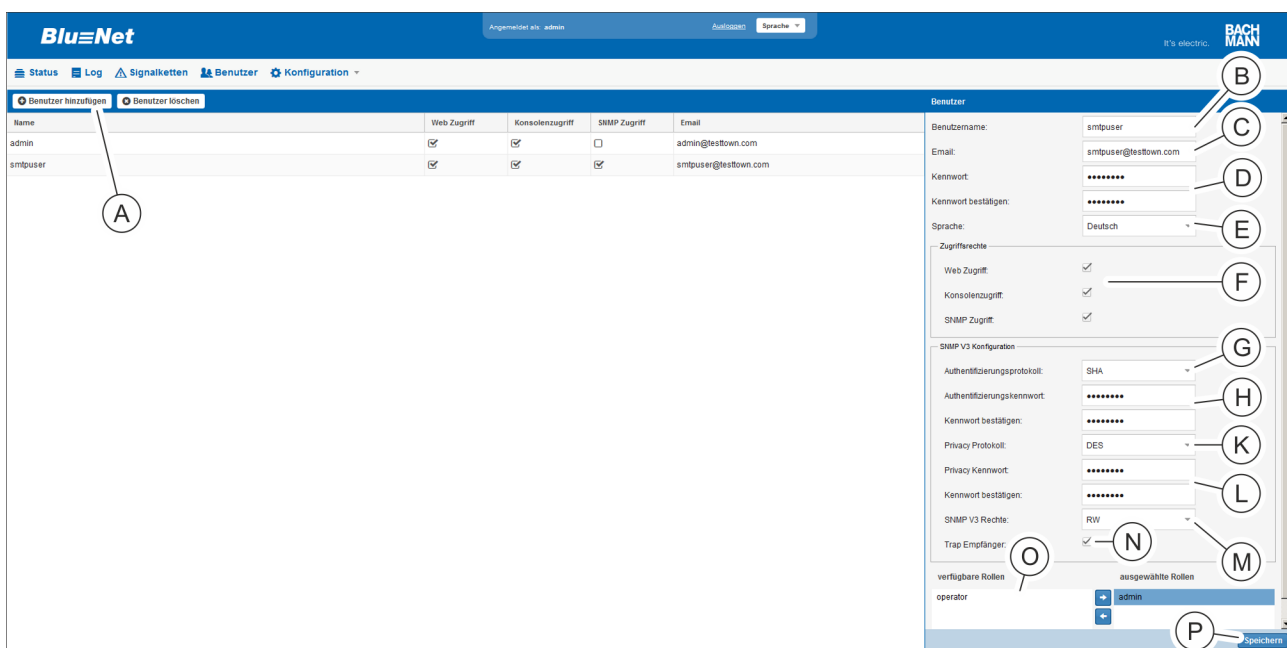

Abb. 166: Menü "Benutzer"
3. ➤ Über die Schaltfläche „Benutzer hinzufügen“ (Abb. 166/A) einen neuen Benutzer anlegen.
4. ➤ Benutzernamen eingeben (Abb. 166/B).
5. ➤ E-Mail-Adresse eingeben (Abb. 166/©).
6. ➤ Kennwort eingeben und bestätigen (Abb. 166/©).
7. ➤ Sprache auswählen (Abb. 166/©).
8. ➤ Über die Checkboxes Zugriffsrechte für „Web-Zugriff“, „Konsolenzugriff“ und/oder „SNMP-Zugriff“ erteilen (Abb. 166/©).
9. ➤ Im Bereich „SNMP-V3-Konfiguration“ bei Bedarf ein Authentifizierungsprotokoll auswählen (Abb. 166/©).
10. ➤ Authentifizierungskennwort eingeben und ein zweites Mal bestätigen (Abb. 166/©).
11. ➤ Bei Bedarf ein Privacy-Protokoll auswählen (Abb. 166/©).
12. ➤ Ein Privacy-Kennwort eingeben und bestätigen (Abb. 166/©).
- 13.** ▶ SNMP-V3-Rechte erteilen (Abb. 166/Ⓜ).
- 14.** ▶ Checkbox „Trap-Empfänger“ anklicken, wenn der Benutzer als Trap-Empfänger verfügbar sein soll (Abb. 166/Ⓝ).
- 15.** ▶ Im Feld „verfügbare Benutzerrollen“ eine Benutzerrolle auswählen und über die Schaltfläche „→“ ins Feld „ausgewählte Rollen“ schieben (Abb. 166/Ⓞ).
- 16.** ▶ Einstellungen über die Schaltfläche „Speichern“ (Abb. 166/Ⓟ) übernehmen.